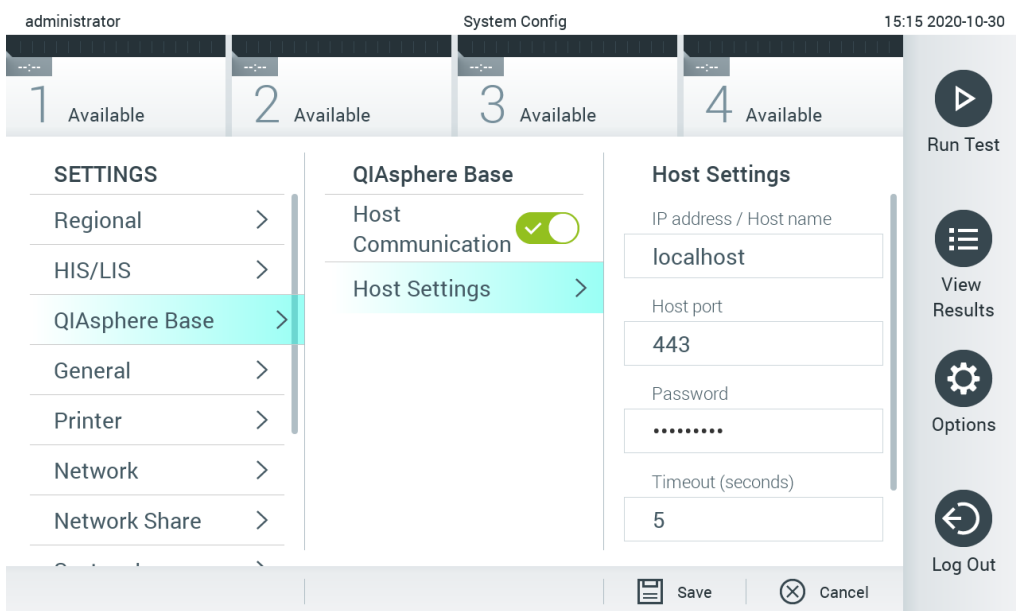

Figura 73. Configurar a ligação ao QIASphere Base.
2. Selecione QIASphere Base na lista de definições na coluna esquerda (Figura 73).